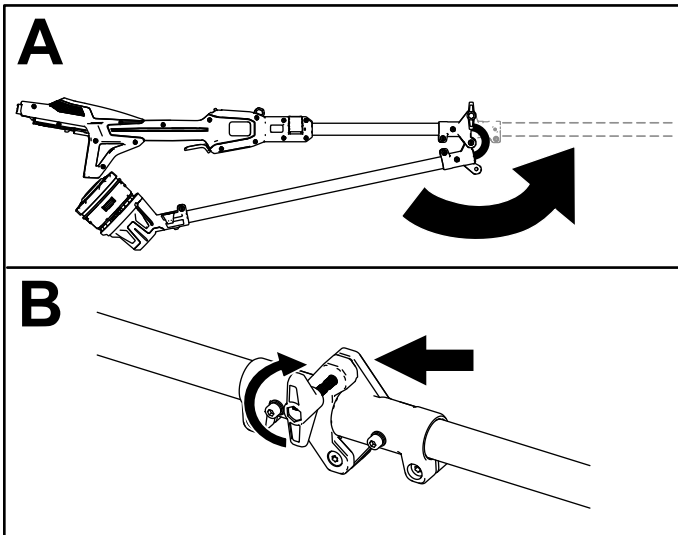

Figura 3
1. Despliegue el mango (Figura 3, A).
2. Apriete el pomo del acoplador para conectar las secciones del mango (Figura 3, B).